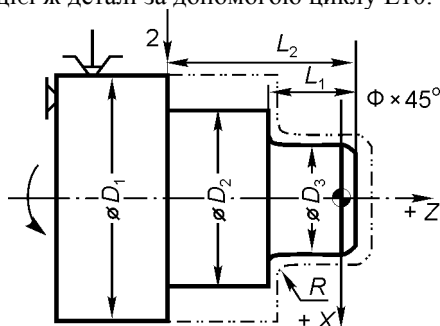

Рисунок 9 – Ескіз деталі до контрольного завдання програмування циклів L09, L10
5. Скласти КП чорнкової обробки валика на рис.9 для зазначеного викладачем варіанта завдання з табл.9, використовуючи цикл L09, і КП чистової обробки цієї ж деталі за допомогою циклу L10.